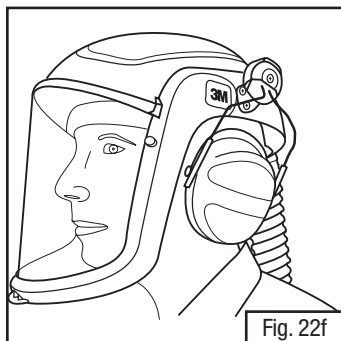

Fig. 22f
- **Utilisation** : Pendant l'utilisation, pousser les tiges métalliques complètement vers l'intérieur en direction de la tête jusqu'à ce que l'on entende un « clic » (Fig. 22f). Les coussinets des coquilles doivent envelopper complètement l'oreille et être étanches contre la tête. Pour une atténuation maximale du bruit, dégager les cheveux qui se trouvent derrière les oreilles pour que les coquilles soient en contact direct avec la tête.